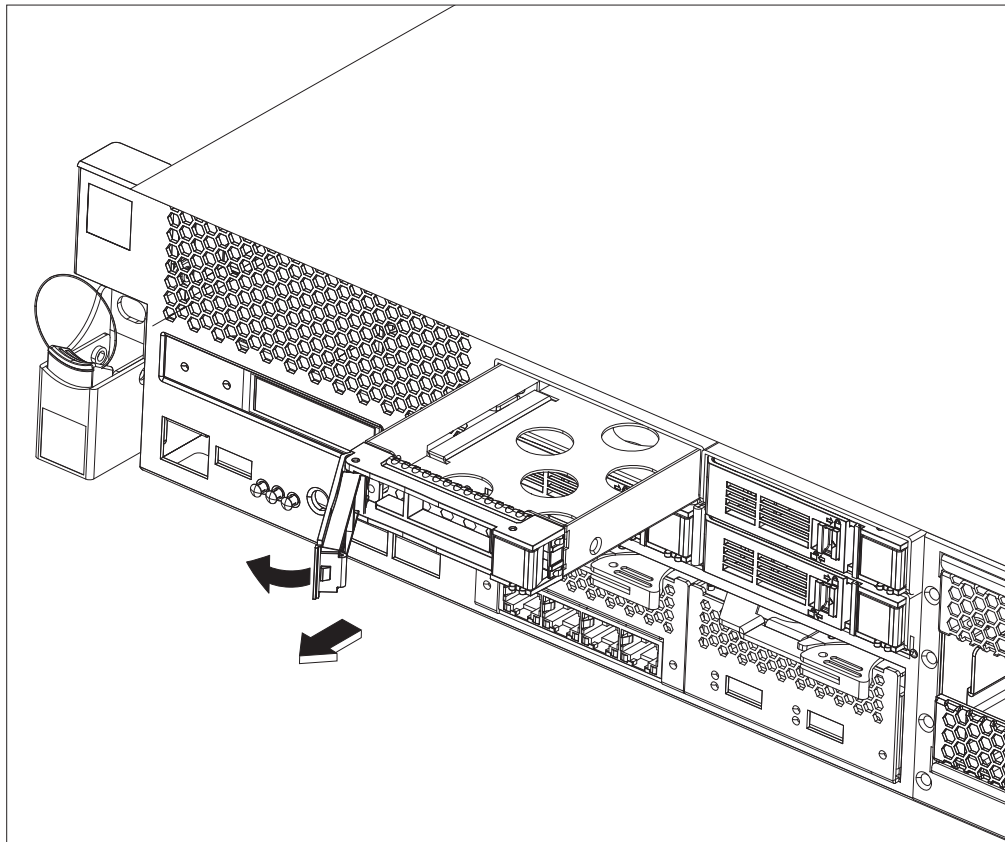

图 17. 卸下硬盘驱动器模块 (7199 型)
2. 按下蓝色按钮, 拉杆将弹开。图 17 说明了以下步骤。